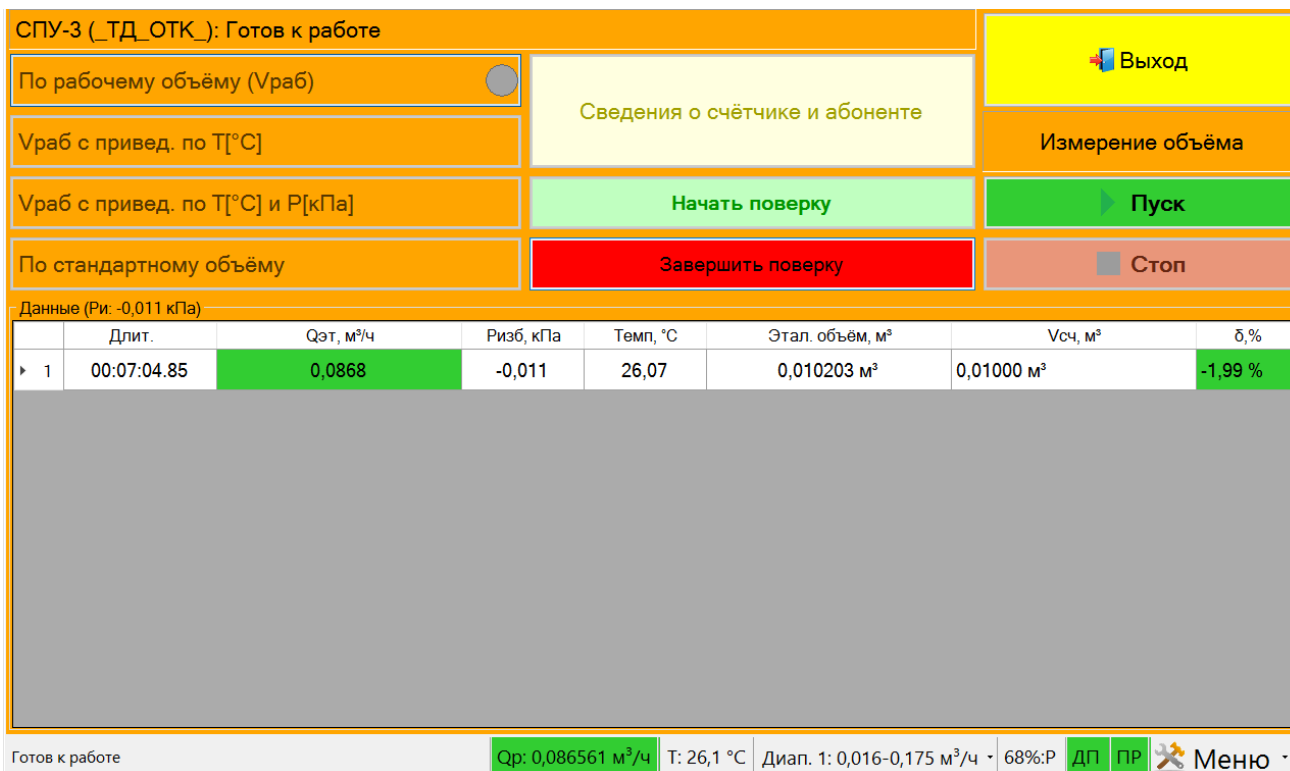

Рисунок 12
12) В момент, когда на индикаторе поверяемого счетчика сменится значение младшего разряда, нажатием кнопки «Пуск» начать поверку счетчика в данной точке диапазона измеряемых расходов. Записать начальные показания счетчика в момент запуска. При этом на дисплее Установки индицируется время проведения поверки и измеренный Установкой объем газа (рисунок 12).